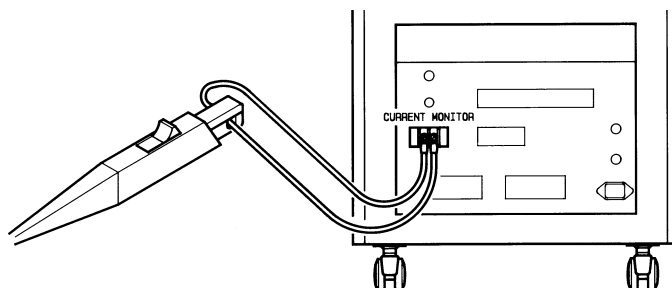

図 4-1 電流測定用電線の接続図
3. 図 4-1 に示すように電流測定用プローブのための電線を接続してください。